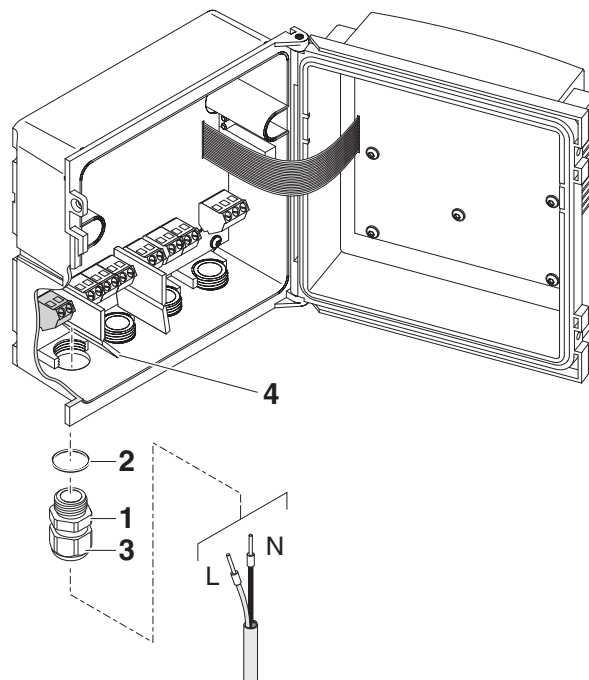

Bild 3-12 Netzzuleitung einführen.
- 6 Eine Kabelverschraubung (Pos. 1 in Bild 3-12) mit Dichtring (Pos. 2) in das Gehäuse unterhalb des Netzanschlusses einschrauben.
- 10 Die Überwurfmutter (Pos. 3 in Bild 3-12) festziehen.